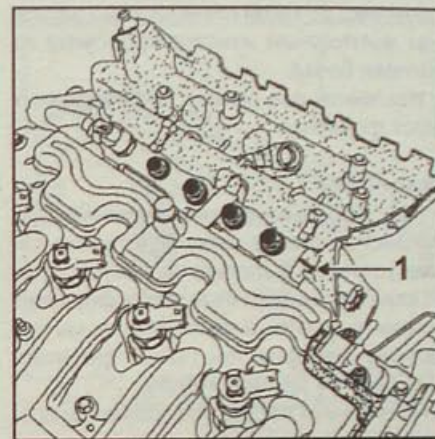

Рис. 4.68. Расположение метки (1) перегородки магистрали
- Убедитесь в правильной установке метки (1, рис. 4.68) перегородки магистрали (по оси выходных топливопроводов высокого давления магистрали).